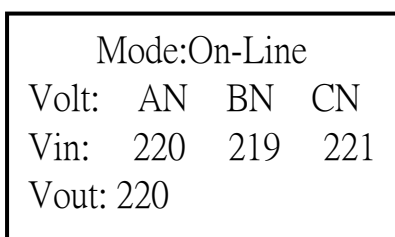
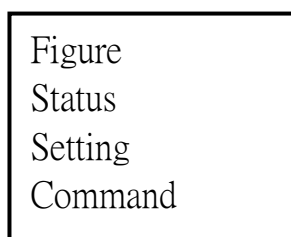

Рис. 2 Интерфейс основного состояния
Рис. 3 Основное меню
2. Нажать любую кнопку — на дисплее отобразится интерфейс основного состояния (см. Рис. 2); далее для перехода в интерфейс основного меню следует нажать кнопку «вперед» или «назад» (см. Рис. 3):